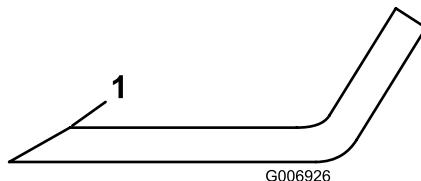

Figura 35
1. Utilice una lima para afilar el filo de corte en ambos extremos de cada cuchilla (Figura 35). Mantenga el ángulo original. La cuchilla permanece equilibrada si se retira la misma cantidad de material de ambos filos de corte.